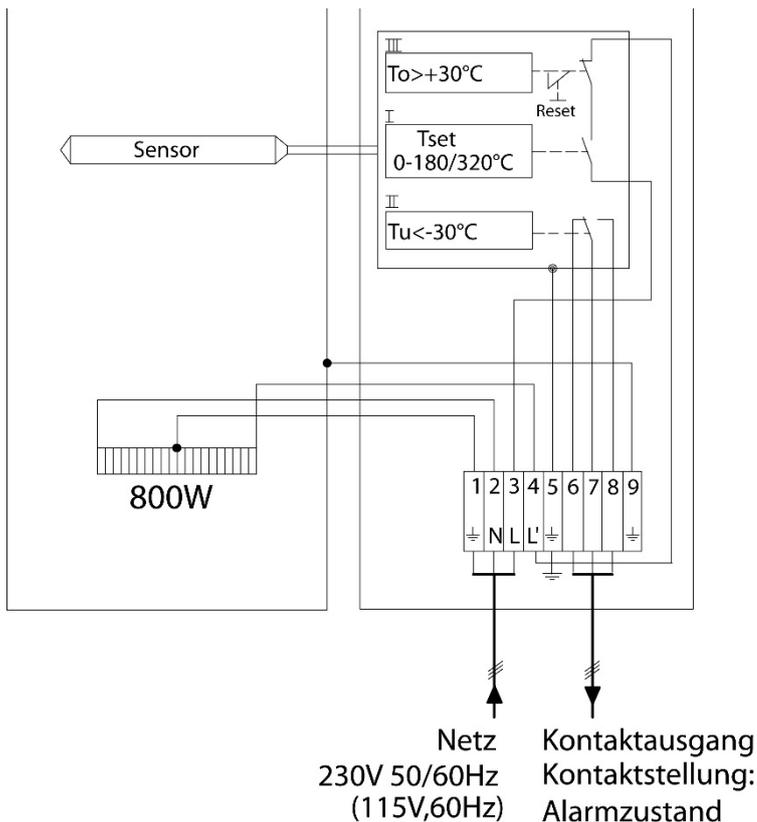

Abbildung 9 Elektrischer Anschluss für SP2000-H, SP2300-H und SP2400-H mit Thermostatregler
1. Deckel der Anschlussdose entfernen. Im Deckel befindet sich ebenfalls der abgebildete elektrische Anschlussplan (Abbildung 9).